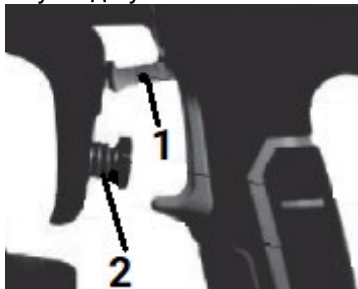

Рисунок 6. Схема налаштування витрат матеріалу.
5.1.6 Налаштування витрати матеріалу (рис. 6) обмеженням ходу пускової клавіші.